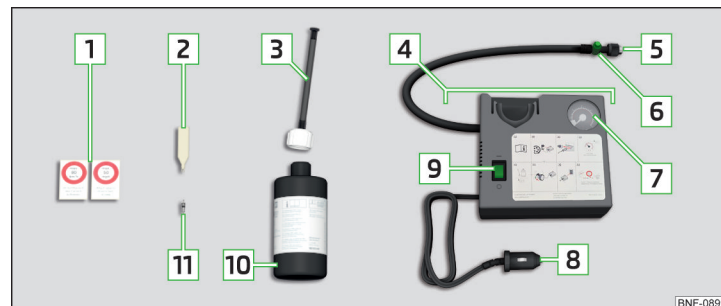

Fig. 156 Beskrivelse af havarisæt
- » Sæt værktøjet til afmontering af ventilkegler **2** » **Fig. 156 på side 125** på ventilkeglen, så ventilkeglen passer ind i slidsen på værktøjet til afmontering af ventilkegler.
- » Skru påfyldningsslangen **5** » **Fig. 156 på side 125** fast på dækventilen.
- » Klæb den pågældende mærkat **1** » **Fig. 156 på side 125** på instrumentpane- let i førerens synsfelt.